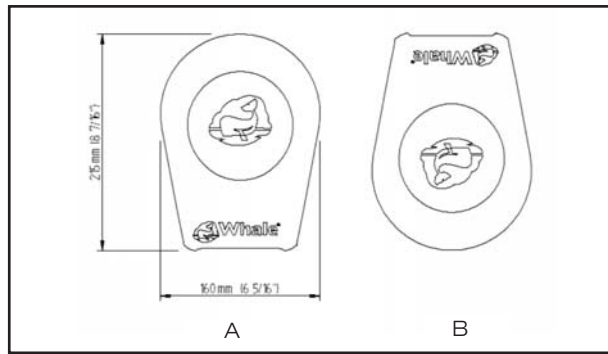

Fig 3 Pour Les Positions De Montage Recommandées
2. S'assurer qu'il y aura suffisamment de place une fois la pompe installée pour la faire fonctionner avec la poignée entièrement ouverte. (Voir fig.3 pour les positions de montage recommandées).